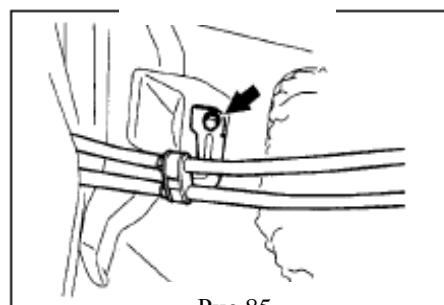

Рис.85
(4) Подсоедините держатель тросов управления и закрепите болтами тросы управления. (рис.85)